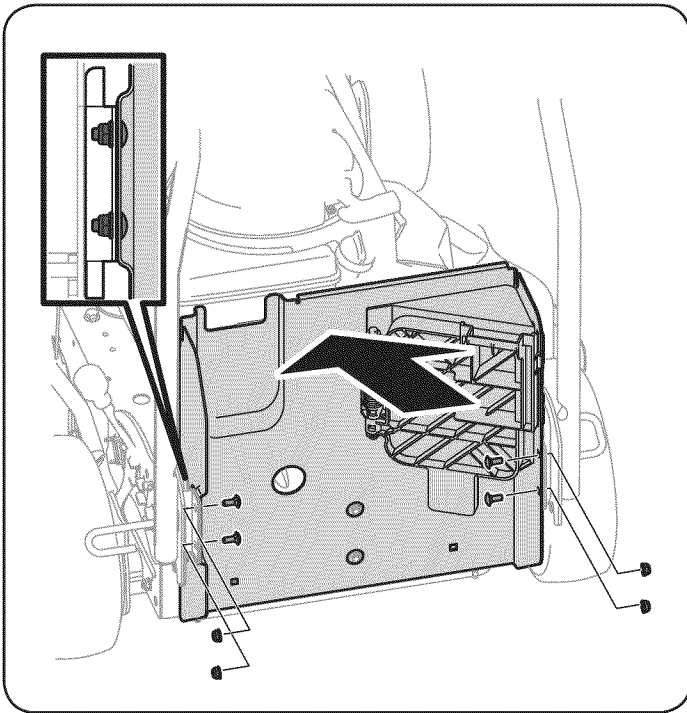

Figura 4
4. Coloque dos pernos de carro a través de los orificios del lado izquierdo de la ménsula de soporte trasera y sujételos con dos tuercas de seguridad con brida. Consulte el recuadro de la Figura 4. Repita este proceso para el lado derecho. Vea la Figura 4.